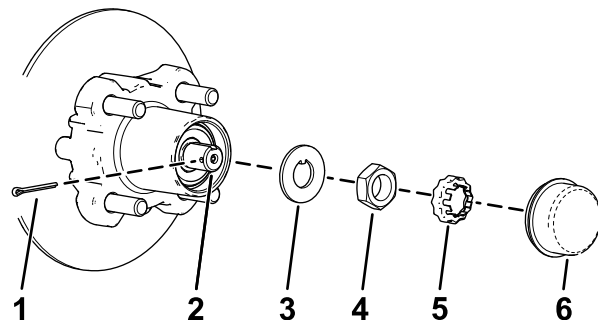
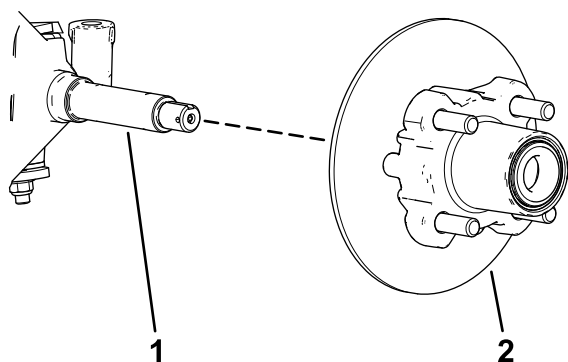

図 29
図 30
4. ハブからダストキャップを取る 図 29。
5. スピンドルとスピンドルナットから、コッターピンとナットリテーナを外す 図 29。
6. スピンドルからスピンドルナットを外し、スピンドルからハブローラアセンブリを取り出す 図 29 と 図 30。